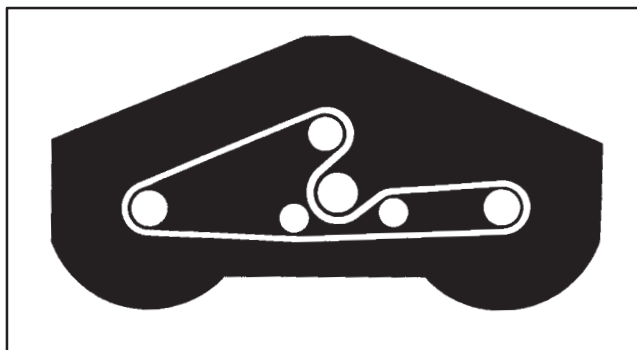

fig. 25
6. Dra den nya remmen runt spindelskivorna och genom mellanremskivan så som visas i fig. 25.